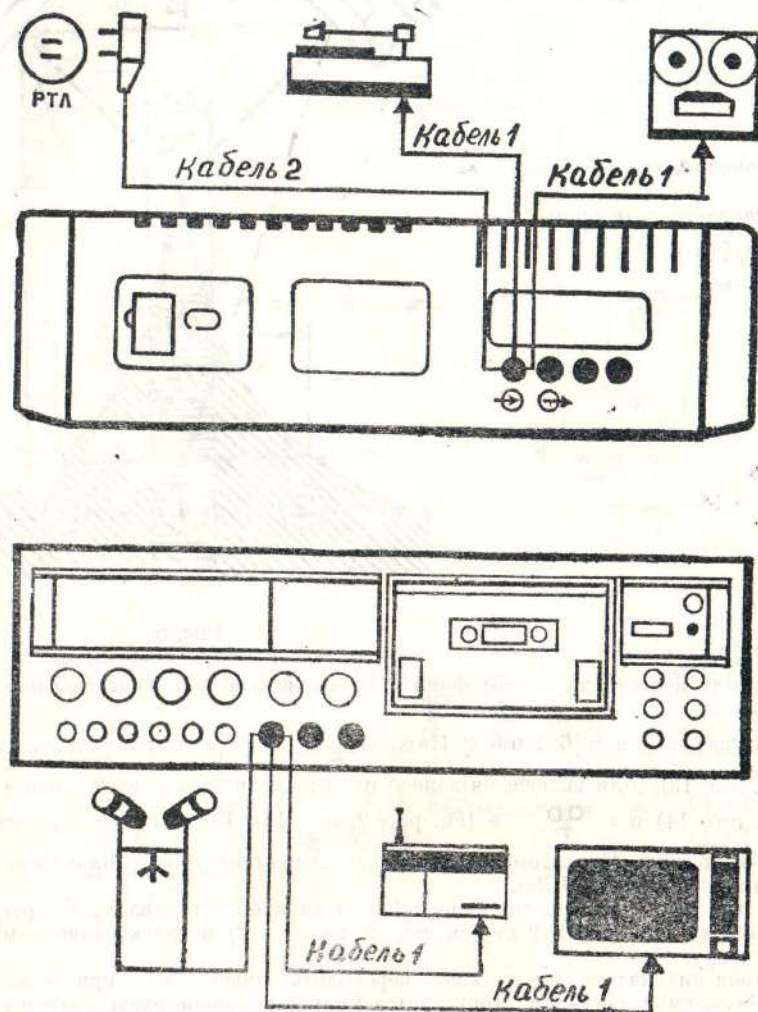

Рис. 6.
грамм необходимо подключить соединительный кабель 1 (см. рис. 1) в соответствии со схемой соединений, представленной на рис. 6, к гнезду магнитофона «» (см. рис. 3, поз. 4) и выходному гнезду источника записываемого сигнала.
6. 4. 4. Для записи монофонической программы с радиотрансляционной линии подготовьте магнитофон, как указано в п. 6. 4. 1. Подключите соединительный кабель 2 (см. рис. 1) одним концом ко входному гнезду «» магнитофона, а другим концом — вилкой с плоскими штырями — к розетке радиотрансляционной линии, как показано на рис. 6. Установите номинальный уровень записи, как указано в п. 6. 4. 2 и, повторно нажав кнопку «», произведите запись.
6. 4. 5. Для записи с микрофона подготовьте магнитофон как указано в п. 6. 4. 1. Подключите стереомикрофоны в гнездо «» (см. рис. 2, поз. 21) в соответствии со схемой соединений при записи (см. рис. 6) и нажмите кнопку «» (см. рис. 2, поз. 22).
6. 4. 6. Для записи с радиовещательного или телевизионного приемника подготовьте магнитофон как указано в п. 6. 4. 1. Подключите соединительный кабель 1 (см. рис. 1) в соответствии со схемой соединений (см. рис. 6) к гнезду «» (см. рис. 2, поз. 21) и к выходному гнезду приемника или телевизора.